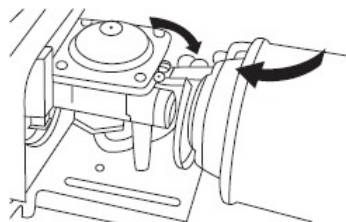

Fig. 2
- Aprire il coperchio della cartuccia del gas e inserire la cartuccia del gas in modo che lo spazio della guida sia allineato con la fessura sul bordo della cartuccia. Quindi chiudere il coperchio della cartuccia. (FIG.2)